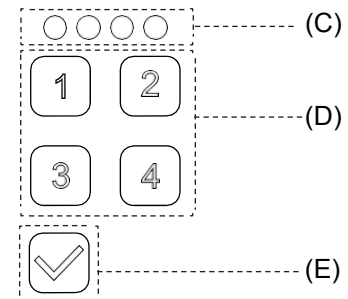

Abbildung 7
- Geben Sie zum Entsperren das Passwort über das Ziffernfeld (D) ein. Bei jeder eingegebenen Ziffer leuchtet die entsprechende Kontrolllampe auf. Drücken Sie zum Abschluss der Passwordeingabe die Eingabetaste (E) (Abbildung 7).